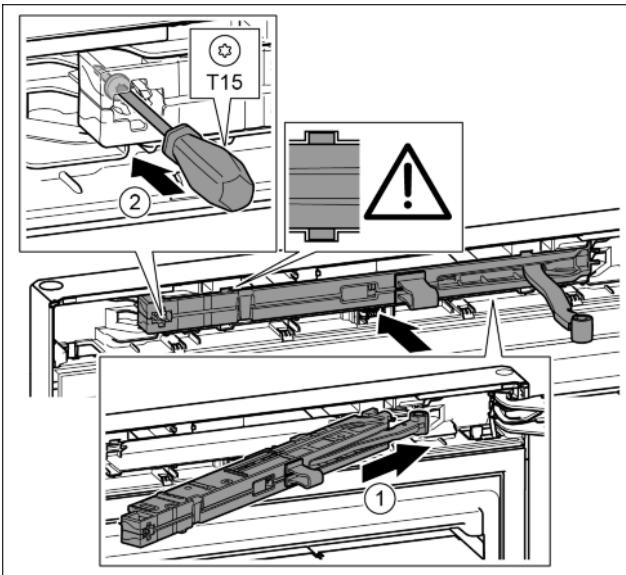

Fig. 24
- Вставить узел амортизатора со стороны опорного кронштейна в выемку до упора под наклоном. Fig. 24 (1)
- Затянуть винт отверткой T15. Fig. 24 (2)